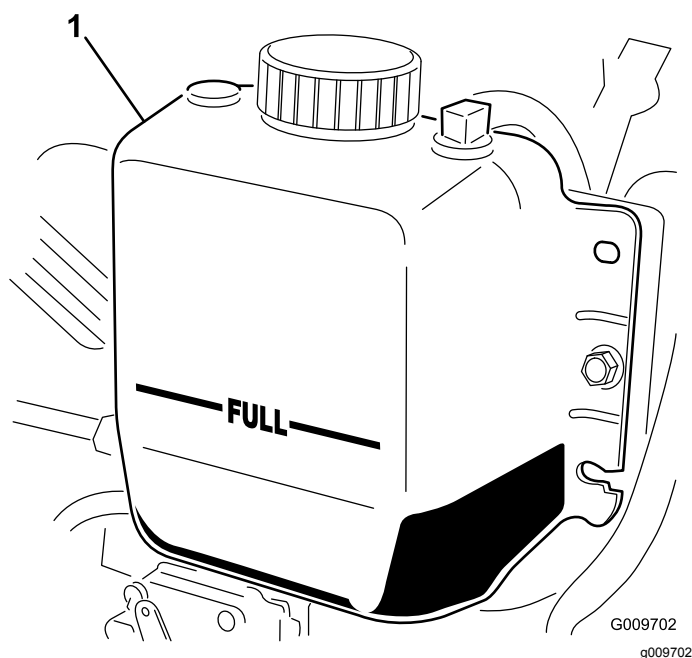

Figura 15
2. Verifique o nível do líquido de arrefecimento do radiador. O radiador deverá encontrar-se cheio de líquido até ao cimo do tubo de enchimento e o nível de líquido no depósito de expansão deverá atingir a marca Full (cheio) (Figura 15).